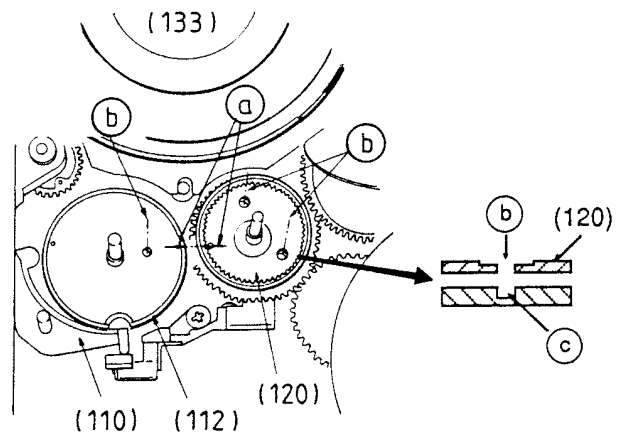
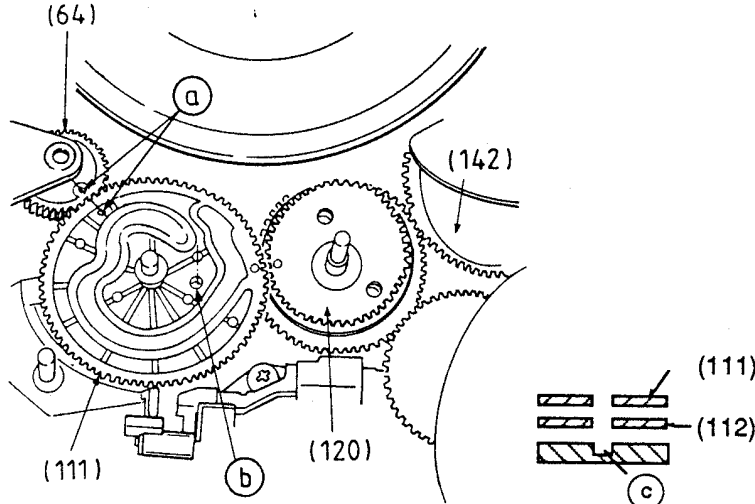

Fig. 48
Fig. 49
9.1 Kurvenrad (112), Ringrad (120), Sperrhebel (110)
- Ringrad (120) so einbauen, daß die Markierungslöcher (b) im Ringrad mit den Markierungslochern (c) im Laufwerkchassis übereinstimmen (Fig. 48).
- Kurvenrad (112) so einbauen, daß das Markierungsloch (b) mit dem Markierungsloch (c) im Laufwerk übereinstimmt und das Markierungsloch (a) dem Markierungsloch (a) des Ringrades (120) gegenübersteht.
- Sperrhebel (110) einsetzen.
9.1 Sub Cam Gear (112), Ring Gear (120), Locking Lever (110)
- Fit the ring gear (120) so that the marked holes (b) in the Ring Gear lines up with the marked holes (c) in the mechanical chassis (Fig. 48).
- Fit the Sub Cam Gear (112) so that the marked hole (b) lines up with the marked hole (c) in the mechanics and that the marked hole (a) faces towards the marked hole (a) on the Ring Gear (120).
- Fit the Locking Lever (110).
9.1 Ruota a camme (112), ruota ad anello (120), leva di bloccaggio (110)
- Inserire la ruota (120) con i fori (b) che coincidano con quelli (c) del telaio (fig. 48).
- Inserire la ruota (112) in modo che il foro (b) coincida con quello (c) della meccanica ed il foro (a) sia alla stessa altezza di quello (a) ruota ad anello (120).
- Applicare la leva di bloccaggio (110).
9.2 Kurvenrad (111), Untersetzungszahnrad (64)
- Untersetzungszahnrad (64) von der Oberseite des Laufwerks einsetzen (Fig. 49).
- Kurvenrad (111) so auf das Kurvenrad (112) stecken, daß sich die Markierungslöcher (a) des Kurvenrades (111) und des Untersetzungszahnrad (64) gegenüberstehen. Gleichzeitig müssen die Markierungslöcher (b) der Kurvenräder (111) und (112) genau übereinander liegen (Fig. 48 / 49).
9.2 Cam Gear (111), Reduction Toothed Gear (64)
- Fit the Reduction Toothed Gear (64) from the top of the mechanics (Fig. 49)
- Fit the Cam Gear (111) onto the Sub Cam Gear (112) so that the marked holes (a) on the Cam Gear (111) and the Reduction Gear (64) are aligned towards each other. In this position the marked holes (b) on the Cam Gears (111) and (112) must lie accurately over each other (Fig. 48 / 49).
9.2 Ruota a camme (111), ruota dentata (64)
- Inserire la ruota dentata (64) dalla parte superiore della meccanica (fig. 49).
- Incastrare la ruota (111) in quella (112) in modo che i fori (a) delle ruote (111) e (64) risultino coincidenti. Contemporaneamente i fori (b) delle ruote (111) e (112) devono trovarsi sovrapposti (fig. 48 / 49).